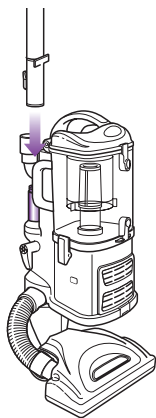

Fig. 9
- 3 Fixez l'extrémité du tube rallonge au tube à l'arrière du corps de l'aspirateur *Lift-Away^{MD}* jusqu'à ce qu'il soit bien enclenché. (Fig. 9)